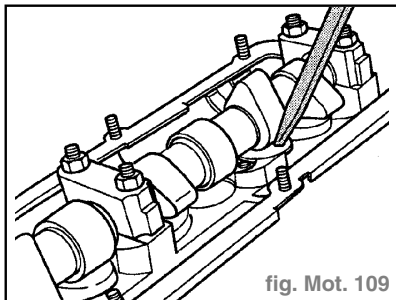

fig. Mot. 109
- enfoncer le poussoir en coupelle vers le bas à l'aide d'une cale en bois ou en matière plastique. Si une course à vide supérieure à **0,1 mm** est perceptible jusqu'à l'ouverture de la soupape, remplacer le poussoir (fig. Mot. 109).